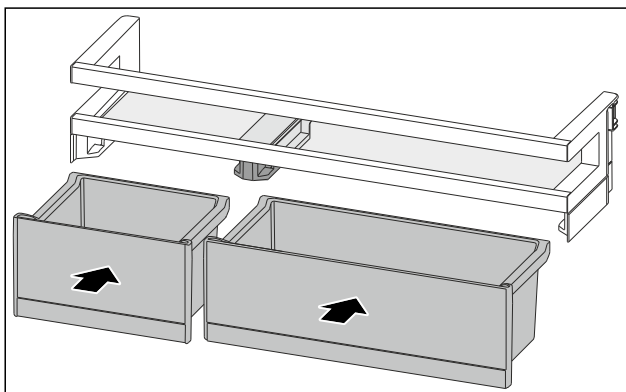

Fig. 95
- VarioBoxen in getauschter Anordnung einsetzen. (siehe Fig. 95)